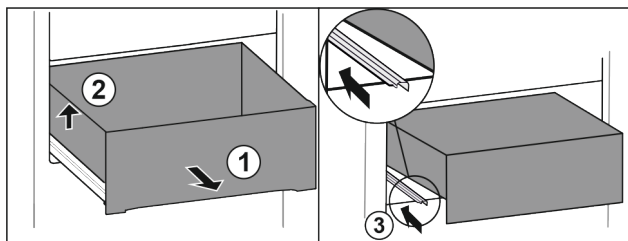

Fig. 31
- ▶ Estrarre il cassetto fino all'arresto. Fig. 31 (1)
- ▶ Sollevare il cassetto a sinistra. Fig. 31 (2)
- ▶ Inserire la guida sinistra. Fig. 31 (3)